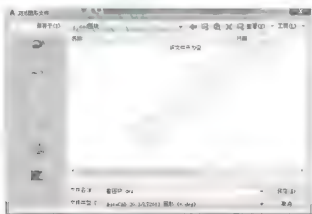

图 3.83 确定块名和存盘路径
(8) 在【目标】选项中,单击【浏览】按钮,弹出【浏览图形文件】对话框,确定该块的存盘位置并给该块命名,如图 3.83 所示。单击【保存】按钮返回【写块】对话框。